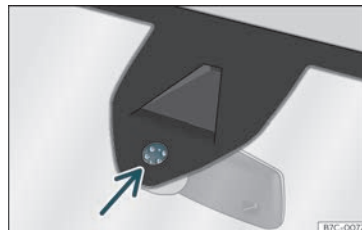

Fig. 93 Superfície sensível do sensor de chuva.
As possíveis causas de anomalias e interpretações erróneas *na zona da superfície sensível* » Fig. 93 do sensor de chuva são, entre outras:
- Limpe regularmente a superfície sensível do sensor de chuva e verifique possíveis danos nas escovas » Fig. 93 (seta).